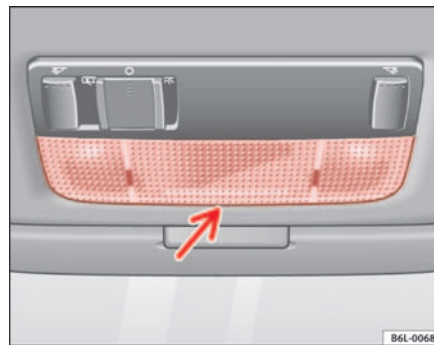

Fig. 154 Lampe de lecture avant
- Introduisez un tournevis fin dans sa partie plate entre la carcasse et le verre ⇒ fig. 154.